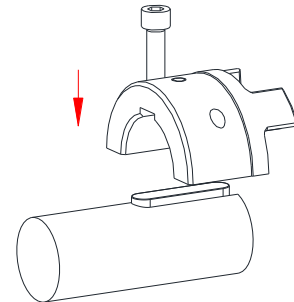

Bild 15: Montage der Halbschale
- Legen Sie die obere Halbschale der ersten SPLIT-Nabe mit eingesetzten Zylinderschrauben auf die Welle (siehe Bild 15).